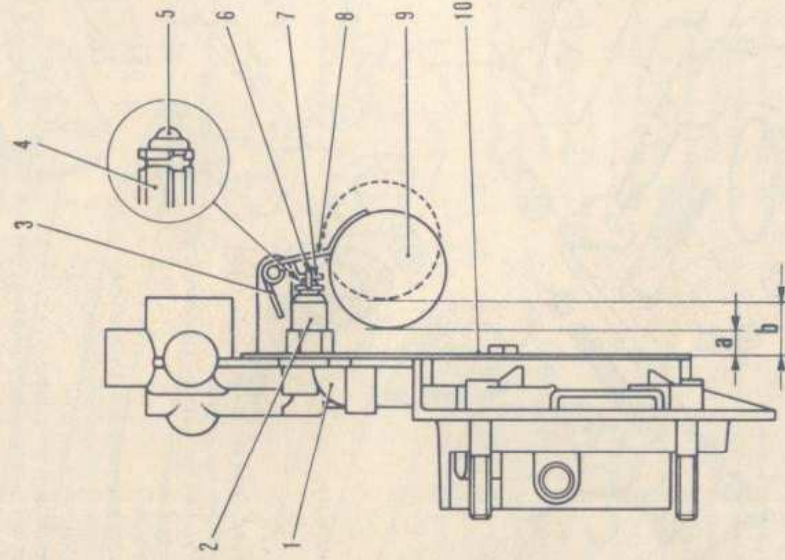

Bild 61
Beim Weber-Vergaser wird der Schwimmerstand eingestellt, indem man den Vergaserdeckel senkrecht hält und den Abstand zwischen dem Schwimmer und der Dichtung, wie in Bild 61 gezeigt, ausmisst. Zu beachten ist jedoch, daß bei der federgespannte Kugel (5) nicht nach innen gedrückt wird. Dieses Maß sollte 7 mm betragen. Danach den Schwimmer nach außen ziehen, ohne ihn dabei zu verbiegen und kontrollieren, ob das Maß «b» in der Abbildung 14,5 mm beträgt. Am besten eignet sich der Schaft eines Spiralbohrers der angegebenen Größe, welcher zwischen Schwimmer und Deckeldichtung eingeschoben wird.